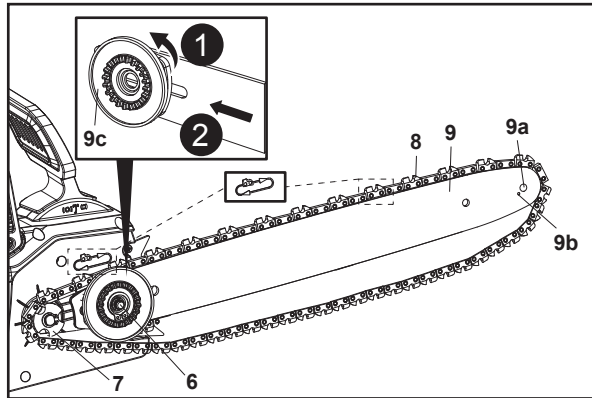

Fig. 3
5. Rode a roda tensora (9c) no sentido anti-horário para a fazer deslizar para a esquerda até à extremidade da ranhura (Fig. 3, passos 1, 2). Alinhe o conjunto da corrente de serra (8) e da guia (9) com a roda dentada de acionamento (7) e o parafuso de fixação (6). Coloque a corrente (8) em torno da roda dentada de acionamento (7) e, em seguida, baixe a guia (9) para instalar no parafuso de fixação (6) (Fig. 3).